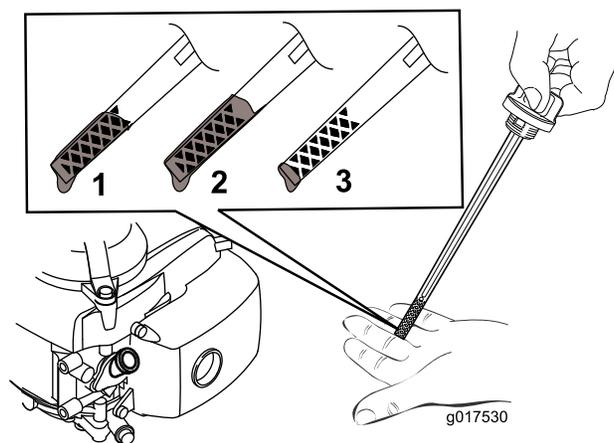

Рисунок 5
7. Определите уровень масла по отметкам на щупе (Рисунок 5).
2. Извлеките масломерный щуп, повернув крышку против часовой стрелки и вытянув его (Рисунок 5).